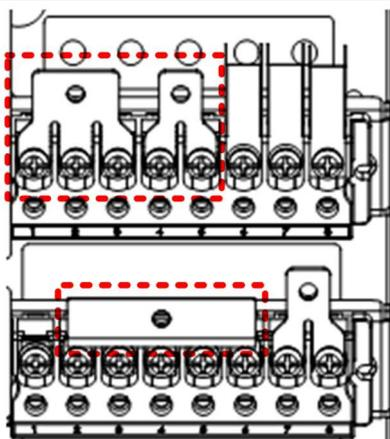

Figura 8-19 Entrada trifásica y salida monofásica, configuración de bypass separado (2)
b) Instale las barras de cobre de cortocircuito en la entrada del bypass (bA, bB, bC) y utilice las barras de cobre de cortocircuito de salida para conectar juntos los terminales de salida (oA, oB, oC). Véase la Figura 8-19.